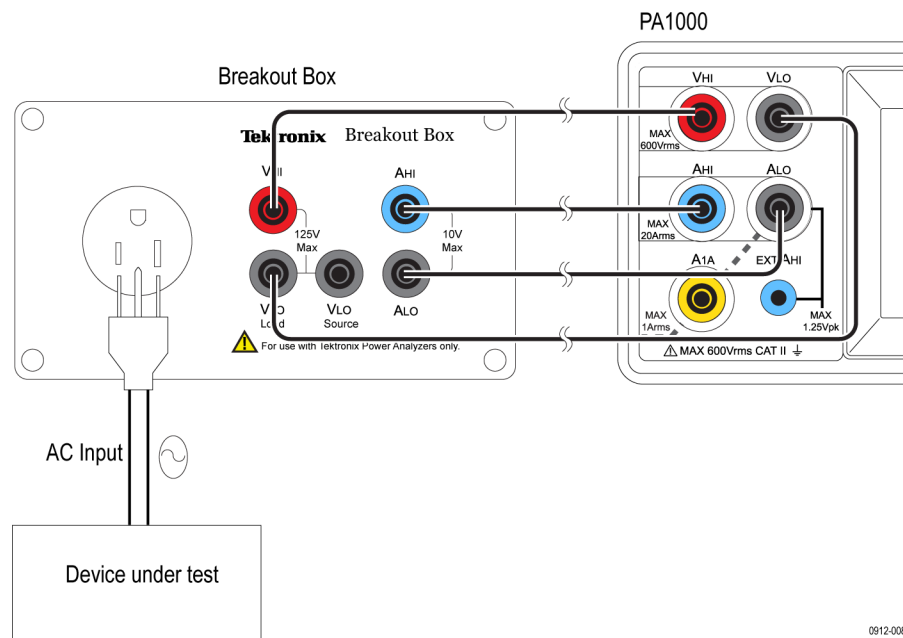

Рис. 7: Типичные соединения на распределительной коробке
1. С помощью поставляемых в комплекте PA1000 испытательных выводов выполните соединения тока и напряжения между распределительной коробкой и входными разъемами PA1000. (См. рис. 7.)